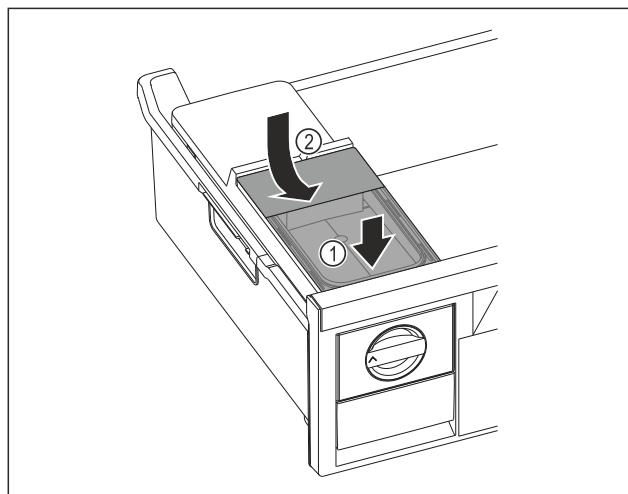

Fig. 124
- ▶ Placer le réservoir d'eau à l'avant. Fig. 124 (1)
- ▶ Abaisser le réservoir d'eau à l'arrière. Fig. 124 (2)